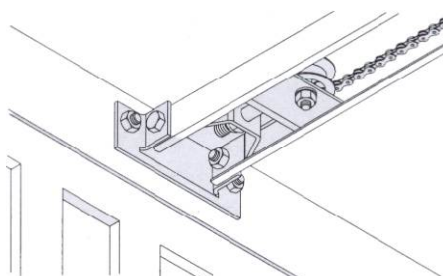

рис.11
- Отметьте среднюю линию ворот и закрепите передний кронштейн рейки, как показано на рис. 11. Если позволяет высота потолка, то этот кронштейн можно установить немного выше прямо на притолоку.